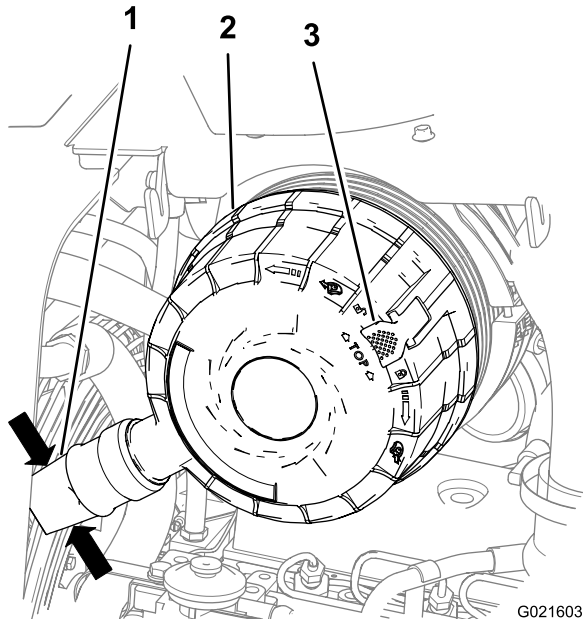

Figura 47
Aperte as laterais da válvula de descarga de poeira para liberar eventual acúmulo de água, poeira ou sujeira da válvula (Figura 47).
2. Puxe para fora o fecho da tampa do filtro de ar (Figura 47).
3. Gire a tampa do filtro no sentido horário até que o protetor de poeira esteja na posição de 8 horas (Figura 47).
4. Empurre para dentro o fecho da tampa do filtro até assentá-la completamente (Figura 47).